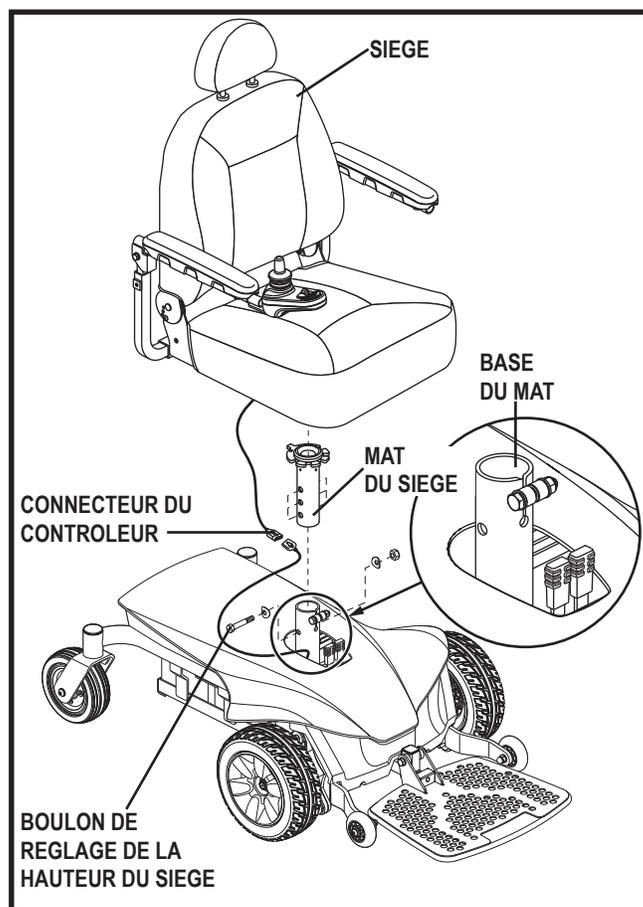

Figure 11. Réglage de la hauteur du siège
3. Débranchez le connecteur du contrôleur de la base motorisée. **Voir la figure 11.**
5. Desserrez le boulon et son écrou sur l'avant du mât du siège. **Voir la figure 11.**
6. Retirez le boulon de réglage, la rondelle et son écrou. **Voir la figure 11.**